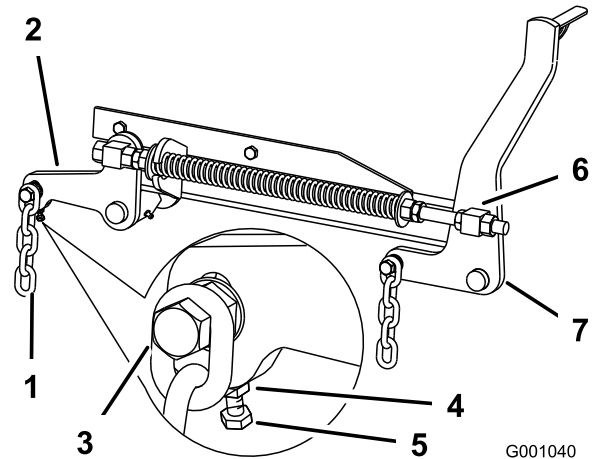

Figura 81
7. Se le misure al punto **B** o **C** non sono esatte, allentate il bullone che monta la catena posteriore al braccio di supporto posteriore (Figura 81).
8. Allentate il controdado sotto il braccio di supporto posteriore e regolate il bullone di regolazione ad un valore tra 80 e 83 mm (Figura 81).
7. Allentate di 13 mm circa i controdati delle parti girevoli anteriori destra e sinistra (Figura 81).
8. Regolate i dadi di sollevamento sui lati destro e sinistro della macchina finché la parte anteriore della macchina non risulta più bassa di 6–10 mm davanti, al punto **A**, rispetto alla parte posteriore al punto **B** (Figura 81).